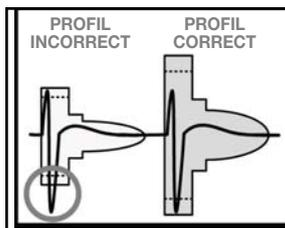

Figure 4 : Choix de profil QRS
- Si la totalité du complexe QRS et l'onde T de queue entrent dans le profil de couleur, la combinaison vecteur/posture est acceptable. Si une partie du complexe QRS ou de l'onde T de queue sort au-dessus ou au-dessous du profil de couleur, le vecteur de mesure n'est pas acceptable (figure 4).